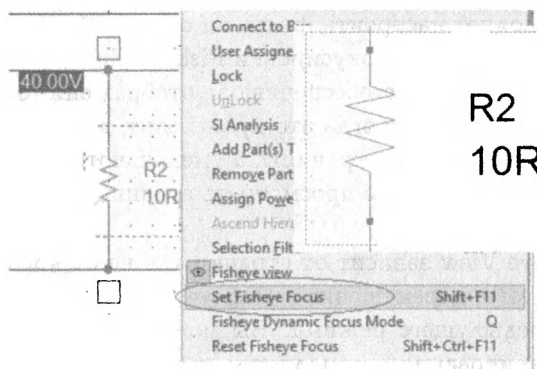

Рис. 1.42. Установка режима Fisheye focus
2. Выберите пункт меню Reset Fisheye focus или наберите на клавиатуре: Ctrl + Shift + F11 (рис. 1.42).